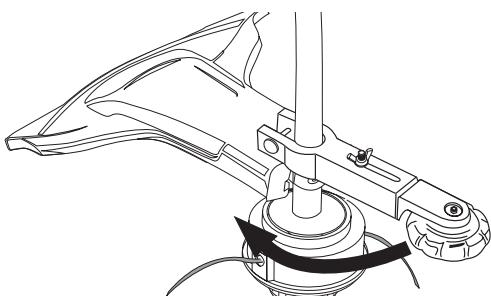
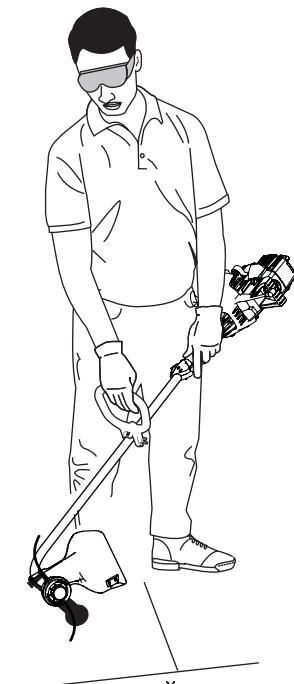

Fig. 13
Fig. 14
3. Tournez le guide de la bordure. Pour ce faire, desserrez légèrement son écrou à oreilles et tournez le guide vers la gauche (la tête de coupe devant vous, le moteur *derrière* vous). Tournez le guide d'environ 90° (Fig. 13) ou jusqu'à ce qu'il ressemble à la position montrée dans la Figure 14.
5. Tenez la poignée de l'arbre de la main **gauche** et la poignée en D de la main **droite** (Fig. 14).
- REMARQUE :** Vous devez utiliser le coupe-bordure dans la position gaucher de la Figure 14. L'opération dans toute autre position peut entraîner des performances moindres et pourrait priver le moteur d'essence.
8. Lorsque vous avez terminé d'utiliser le coupe-bordure, retirez-le. Desserrez l'écrou à oreilles et tournez le coupe-bordure de 180° de la position montrée en Figure 13. Le coupe-bordure reposera au dessus du bouclier de l'accessoire de coupe. Resserrez l'écrou à oreilles et opérez la débroussailleuse normalement.